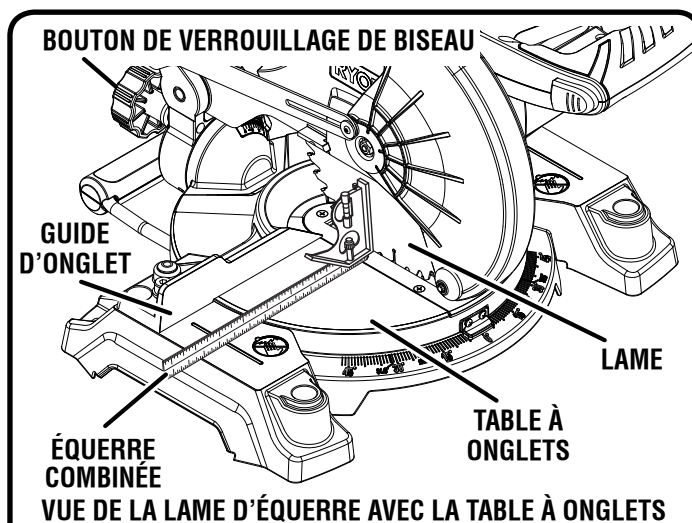

Fig. 21
- Le bord de l'équerre et la lame doivent être parallèles, comme le montre la figure 21.